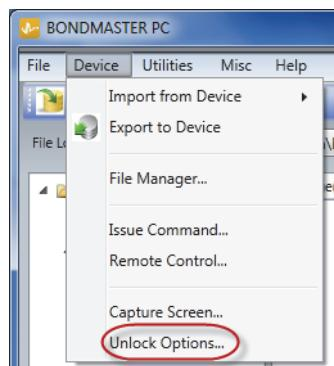

图 7-21 解锁选项指令
1. 在 BondMaster PC 软件的 **Device** (设备) 菜单中, 选择 **Unlock Options** (解锁选项) (参见第 191 页的图 7-21)。